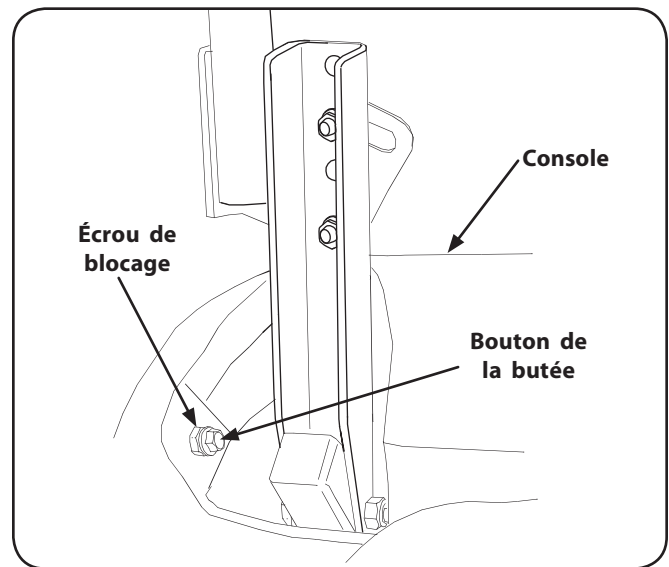

Figure 7-10
5. Localisez le boulon de la butée correspondante sur la console droite ou gauche. Voir la Figure 7-10.